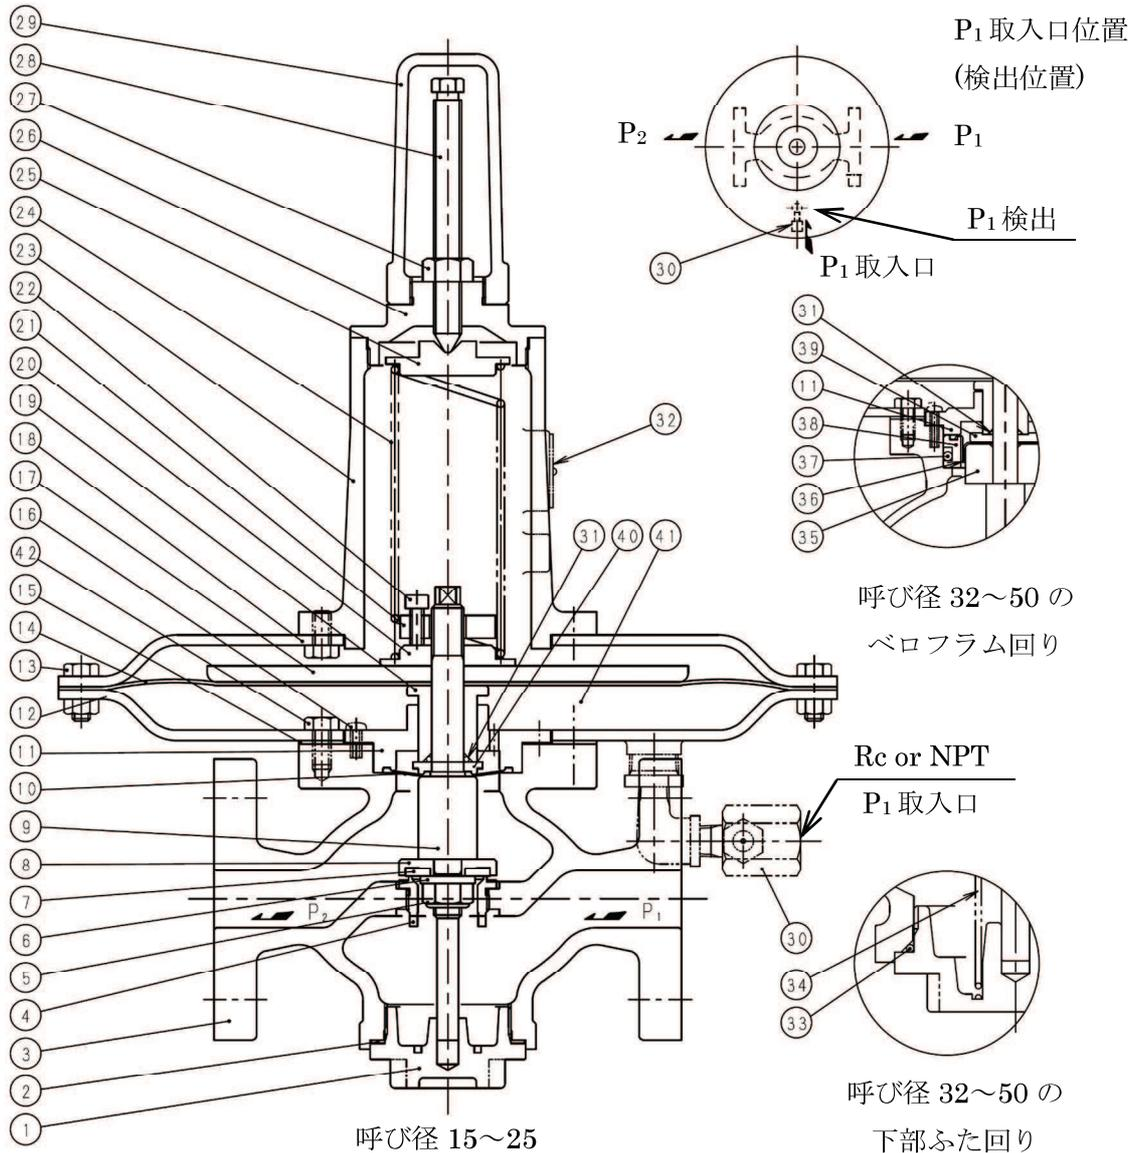

図1 構造図
- 呼び径 32～50 にてベロフラムを組み付けるときは必ず布目の見える側がピストン及びシリンダに接触するようにしてください。すなわち、ピストン及びシリンダの間にベロフラムを押し込んで折り返し(図 1 参照)を必ず作ってください。
ベロフラム(36)を組み付けるときは必ず布目の見える側がピストン(35)及びシリンダ(38)に接触するようにしてください。すなわち、ピストン(35)及びシリンダ(38)の間にベロフラム(36)を押し込んで折り返し( 図 1 参照) を必ず作ってください。